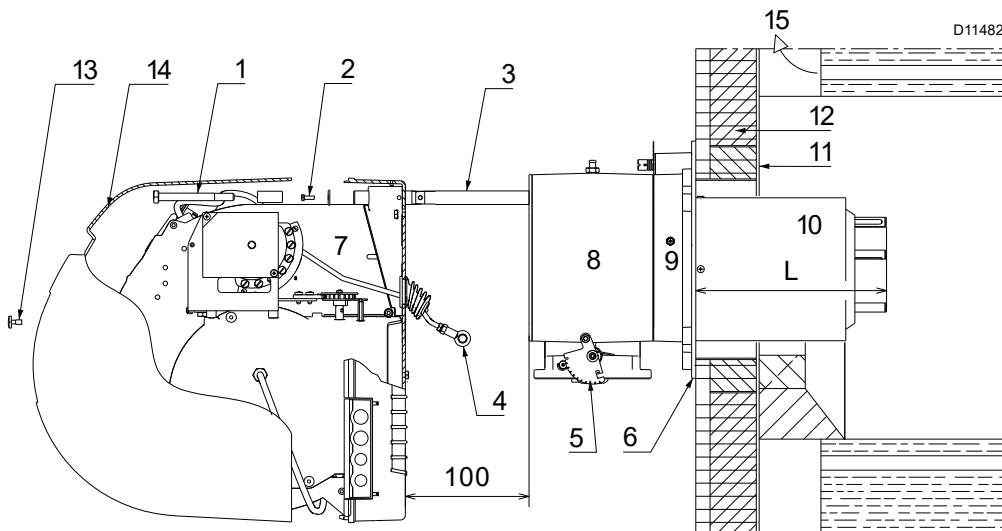
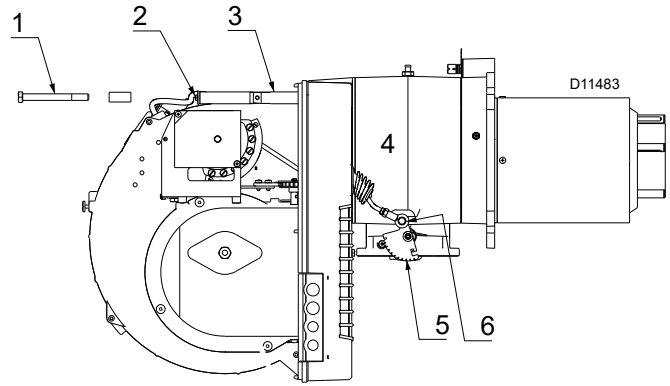

Abb. 10
Abb. 15
Für Heizkessel mit vorderem Abgasumlauf 1) (Abb. 10) oder mit Flammenumkehrkammer muss eine Schutzschicht aus feuerfestem Material 5), zwischen feuerfestem Material des Kessels 2) und Flammrohr 4) ausgeführt werden.
Für Heizkessel mit wassergekühlter Frontseite ist die Verkleidung mit feuerfestem Material 2)-5) (Abb. 10) nicht notwendig, sofern nicht ausdrücklich vom Kesselhersteller erfordert.
Trennen Sie dann den Flammkopf vom übrigen Teil des Brenners, (Abb. 10).
- Befestigen Sie den Flansch 9) (Abb. 10) an der Platte des Heizkessels und legen die zur Ausstattung gehörende Isolierdichtung 6) dazwischen (Abb. 10).
Wenn die Einstellung des Kopfes beendet ist, den Brenner auf den Führungen 3)(Abb. 15) etwa 100 mm von der Muffe 4) wieder montieren - Brenner in der abgebildeten Position Abb. 10 auf Seite 14.
- Fügen Sie das Kabel des Fühlers und der Elektrode ein und verschieben Sie den Brenner bis zur Muffe, so dass er sich in der von (Abb. 15) gezeigten Position befindet.